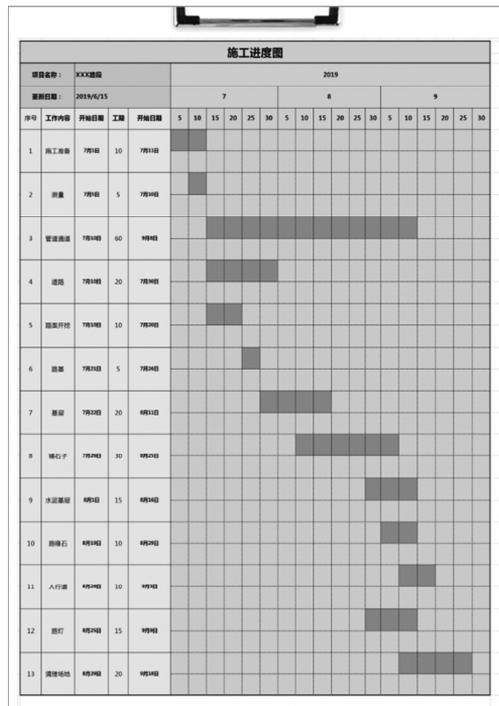

图 1-1
▶ 形成阶段：20 世纪 30 年代至 50 年代为项目管理的形成阶段，在此阶段传统的项目及项目管理的概念主要起源于建筑行业，人们开始使用“甘特图”进行项目的规划与控制，如图 1-1 所示。